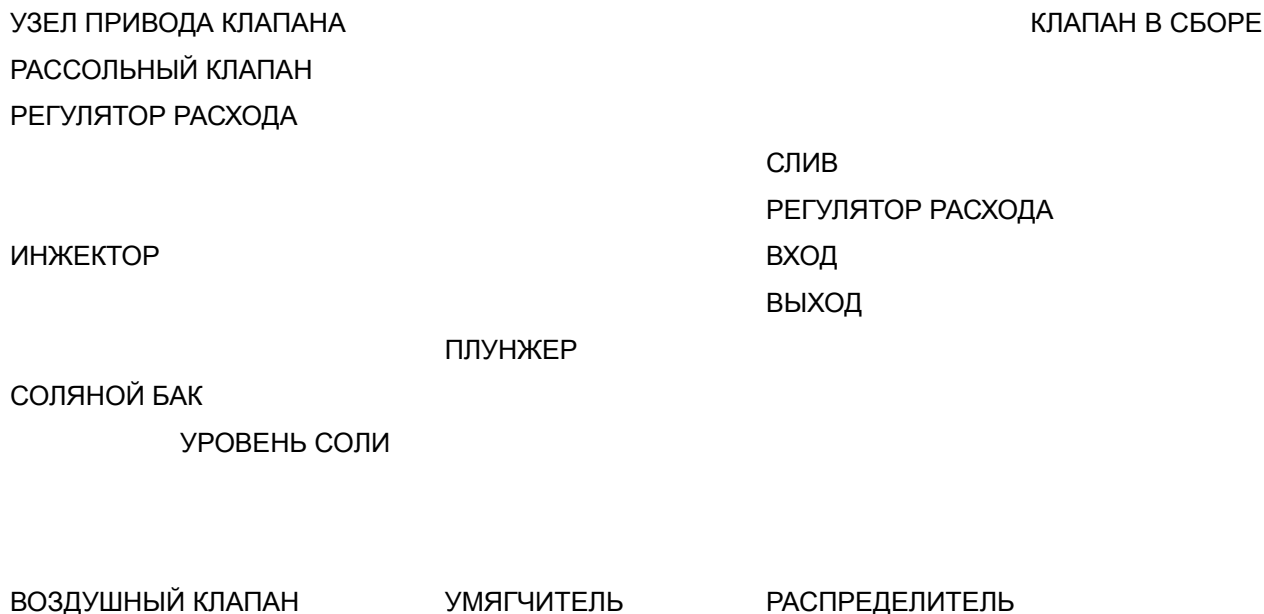

Рис. 4: Рабочее положение
1. **Рабочее положение.** См. *рис. 4, стр. 10*.
— То же, что и на *рис. 4, стр. 10* со стандартным плунжером (белый концевой штекер) или плунжером фильтра (черный концевой штекер).